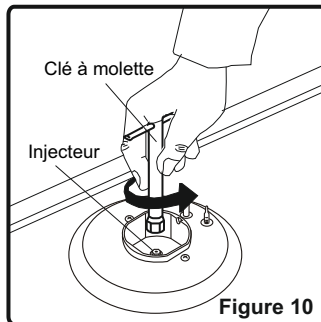

Figure 10
- Dévissez les injecteurs. Utilisez à cet effet une clé de 7 mm (Figure 10).